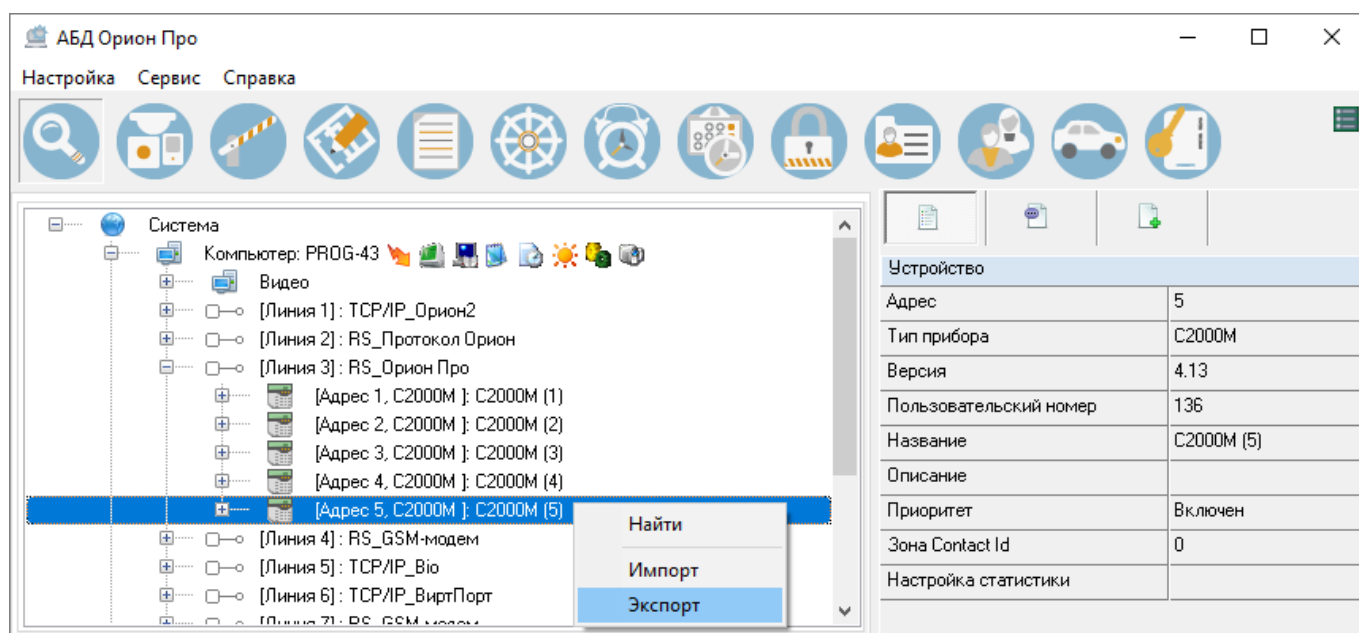

Рисунок 6-924 Инициализация экспорта конфигурации из БД в пульт "C2000M" через контекстное меню
- б) нажмите правой клавишей мыши на пульт «C2000/C2000M», для которого необходимо экспортировать конфигурацию, после чего в появившемся контекстном меню выберите пункт «Экспорт» (см. Рисунок 6-924);